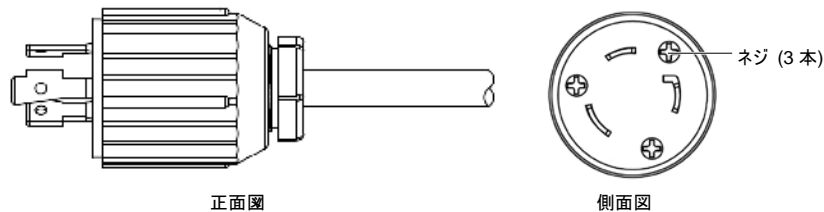

図 2-13 入力ケーブルのプラグを外す
1. 配線作業を容易にするため、GXT3-2200RT100J および GXT3-3000RT100J UPS 用入力ケーブルのプラグは外すことができます。その場合は、プラグ部分のネジ 3 本を外してください(図 2-13)。